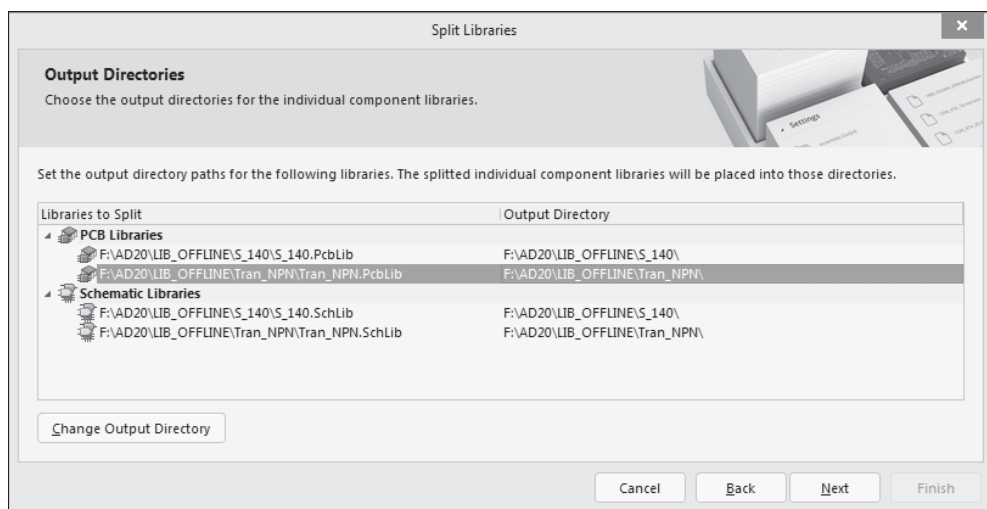

Рис. 13.8. Мастер расщепления интегрированных библиотек: объявление выходного каталога для расщепленных библиотек
3. Щелчком на кнопке **Next** перейти на вторую страницу мастера (рис. 13.8). Здесь к списку выбранных библиотек (**Libraries to Split**) добавляется список каталогов для размещения расщепленных библиотек (**Output Directory**). По умолчанию предлагается разместить расщепленные библиотеки в тех же каталогах, где находятся исходные библиотеки.